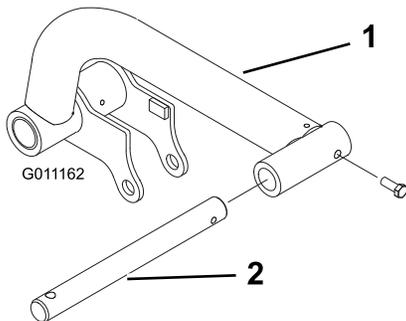

図 9
1. 左右の昇降アームにそれぞれピボットロッドを差し込み、取り付け穴を整列させる 図 9。